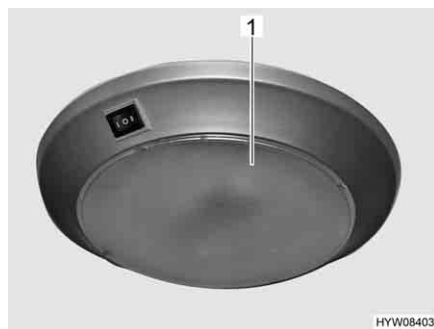

Fig. 201 Plafonnier
- Faire se désenclencher avec précaution le corps transparent en plastique (Fig. 201,1) et le retirer.